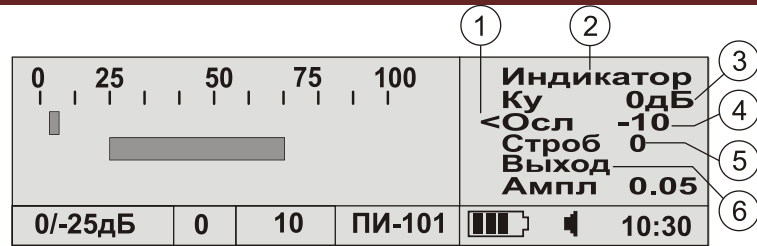
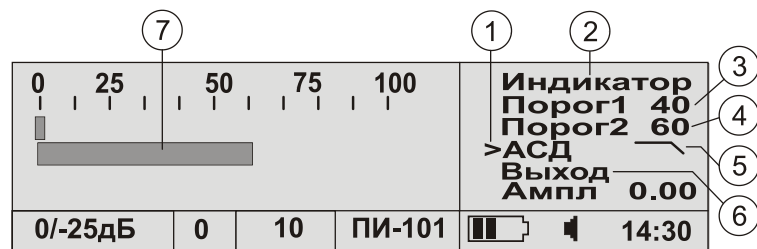

Рис. 4. Раздел «Настройка». Установка усиления и строба.
Рис. 5. Раздел «Настройка». Установка порогов.
5.3.1 Раздел «Настройка» используется для установки коэффициента передачи, времени задержки исследуемого сигнала (рис. 4), и порогов срабатывания (рис. 5.).
5.3.3 Пороги срабатывания по дефекту (рис. 5) задаются двумя цифровыми значениями: нижний 3 и верхний 4 порог. Одновременно значение этих порогов отображается графически 7.
5.3.4 Выбор диапазона срабатывания сигнализатора дефектов производится в режиме АСД (автоматический сигнализатор дефектов) 5 (рис. 5). Возможны 4 установки АСД:
7.3.1 Установить курсор напротив строки «Индикатор» и нажать рукоятку энкодера. Затем повернуть рукоятку по часовой стрелке на один «щелчок»- откроется раздел «Настройка порогов» (рис. 5).
7.3.2 Установить значение нижнего порога 3 (рис. 5) на уровень, при котором будут выявляться минимальные дефекты (уровень сигнала от дефекта не должен превышать значение нижнего порога).
7.3.3 Установить значение верхнего порога 4 (рис. 5) на уровень, при котором будут выявляться минимальные дефекты (уровень сигнала от дефекта должен превышать значение верхнего порога).